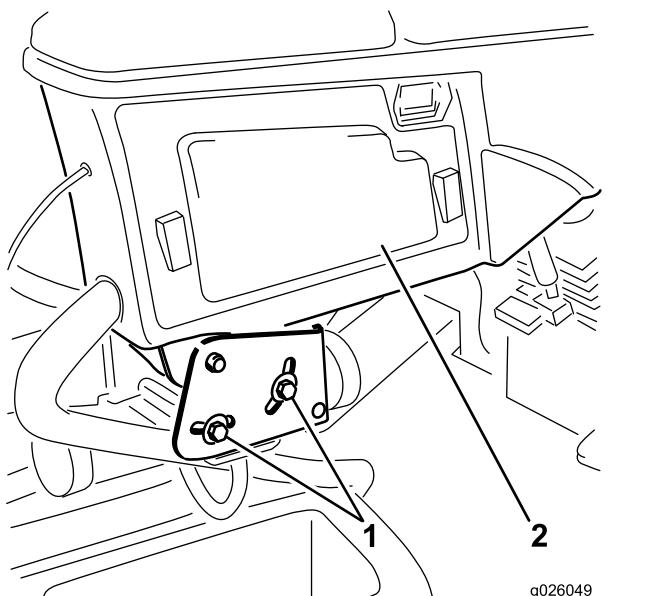

図 1
- コントロールアームをシートマウントに固定している2本の調整ねじを外す(図1)。コントロールアームを外して慎重に脇に置く。
5. 先ほど外したコントロールアーム調整ボルト2本を使用して、コントロールアームを取り付ける図1。必要に応じて調整する。
6. コントロールアームにアクセスパネルを取り付ける図1。